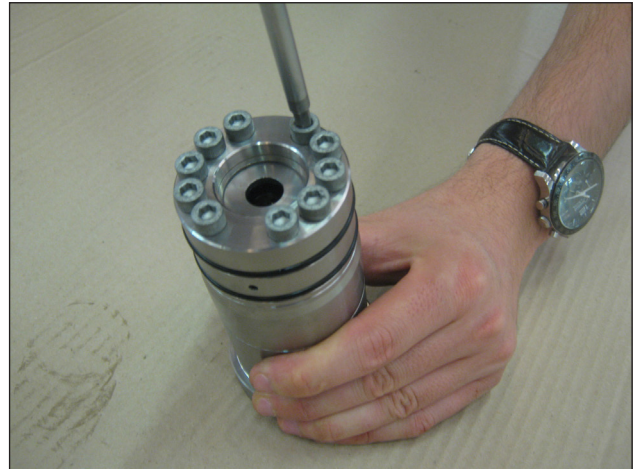

Abb. 67
- Montieren Sie die Baugruppen ND- und HD-Dichtungshalter – Buchse und drehen Sie die Schrauben M6x80 gemäß Abb. 67 von Hand ein. Eichen Sie anschließend mit einem Drehmomentschlüssel, wie in Kapitel 3 gezeigt.